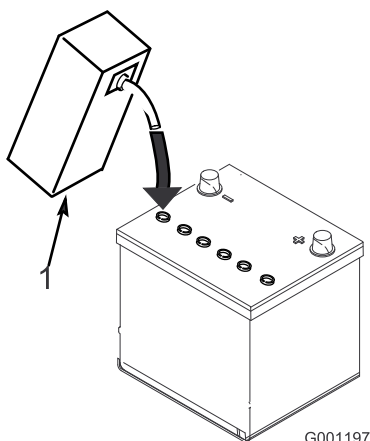

图6
3. 小心为每个电池注入电解液直到电池极板被大约6mm 的液体覆盖图6。
4. 等待约 20 至 30 分钟以便电解液渗透到极板内。必要时加注电解液使电解液保持在加注井底部约 6mm 范围内图6。